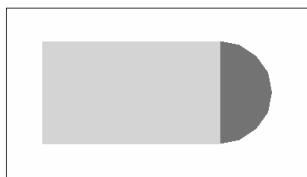

图 15-16 改变显示方式后的面域对象
(2) 执行 **Modify**→**Properties** 命令,将面域对象的颜色设为灰色。然后执行 **View**→**Shade**→**Flat Shaded** 命令,这时就可以看出面域对象和一般对象的差别,如图 15-16 所示。